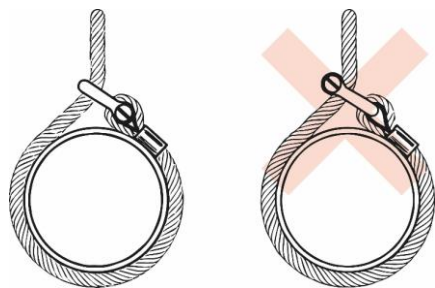

Figure 2
- Pour éviter de charger la manille avec une charge excentrique, des entretoises peuvent être placées sur une ou les deux extrémités de la goupille de la manille (voir Figure 2).